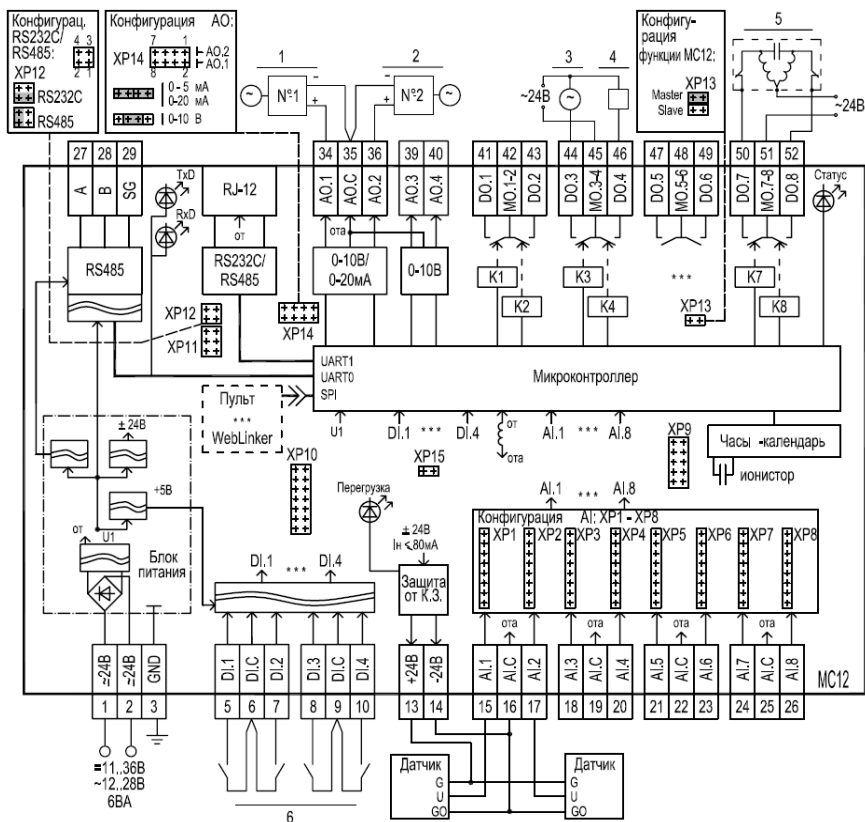

Рисунок 2 – Функциональная схема контроллера
Выбор диапазона аналоговых выходов осуществляется путем установки перемычек на вилку ХР14 конфигуризатора в соответствии с рис. 2.
Выбор типа интерфейса осуществляется путем установки перемычки на вилку ХР12 конфигуризатора в соответствии с рис. 2.
Примечания к рис. 2:
Подключение дискретных сигналов (DI) осуществляется к клеммам 5-10, как показано на рис. 2.
Вид датчиков и характеристики сигналов, подключаемых к аналоговым входам (AI), представлены в таблице 4. Подключение осуществляется к клеммам 15-26 (см. рис.2).
Для питания аналоговых датчиков можно использовать постоянное напряжение 24 В, снимаемое с клемм 13 и 14 (см. рис. 2). **Допустимый ток не более 80 мА.**
На рис. 2 показан пример подключения цепей питания датчиков с выходным сигналом 0 – 10 В постоянного тока. Датчики подключены к аналоговым входам AI.1 и AI.2 по трехпроводной схеме подключения.
Подключение аналоговых исполнительных устройств, диапазоны входных сигналов которых соответствуют п. 3.6, к аналоговым выходам (АО) осуществляется к клеммам 34-36, 39, 40 в соответствии с рис. 2.
Конфигурирование аналоговых выходов производится при помощи перемычек, устанавливаемых на вилку ХР14, как показано на рис.2.
Подключение исполнительных устройств к дискретным выходам (ДО) осуществляется к клеммам 41-52 (см. рис.2).